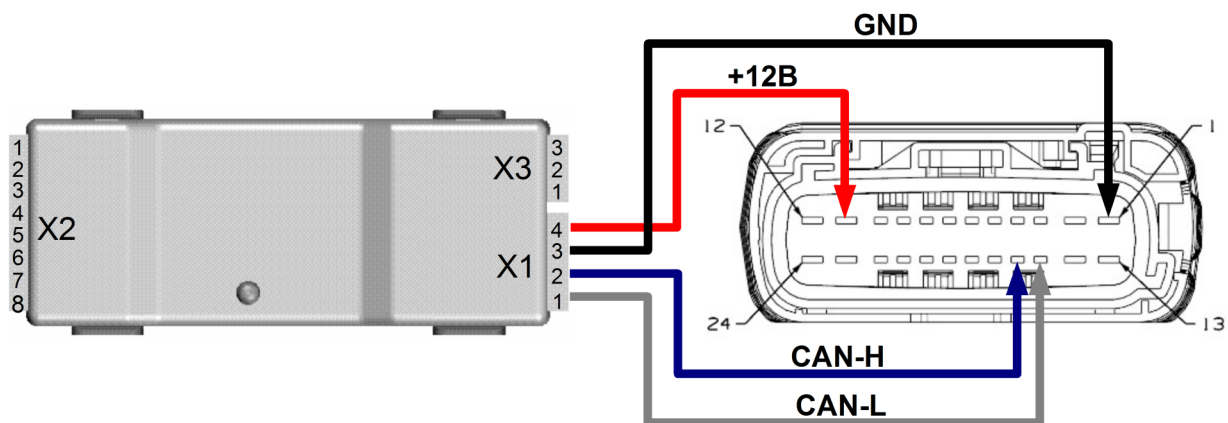

Рисунок 1. Схема подключения контроллера.
- 3.2. Подключить Черный и Красный провода (смотри таблицу 1) разьема X1 контроллера (смотри рисунок 1) к Черному (контакт 1) и Красному (контакт 11) проводам разьема блока S663 соответственно. Напряжение питания контроллера - 9...18 В. Цепь питания должна быть защищена плавким предохранителем номиналом не более 3А.